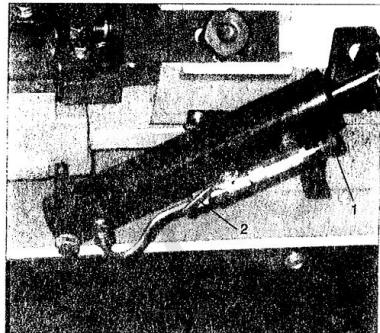

Fig 4.
Den hydrauliske fodervælger bruges til at styre knivens fremføringshastighed og til at låse armen i lodret position. Drej knappen (1, Fig.4) mod uret for at øge tilspændingshastigheden. Drej knappen (1) med uret for at mindske fremføringshastigheden. For at afbryde strømmen af hydraulikvæske skal du dreje håndtaget som i figur 4. For at tænde for hydraulikcylinderen løftes håndtaget (2) til position.